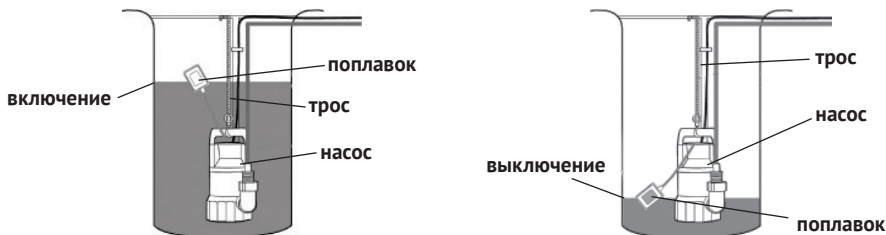

рис.2
4.3 Насос оснащён поплавковым выключателем, который отрегулирован на определённый уровень отключения/включения насоса, как изображено на рис.2. Убедитесь, что при минимальном уровне воды насос отключается.